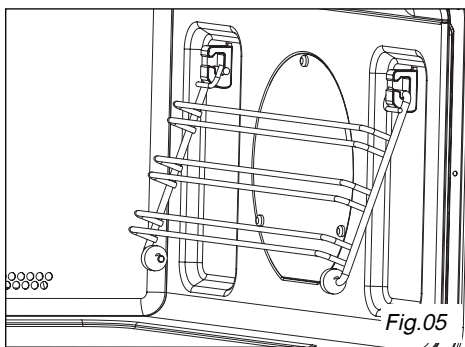

Fig.05
- **De zijroosters (Fig.05/06):** met behulp van 2 roosters voorzien van haakjes kunt u de accessoires op 3 niveaus gebruiken.